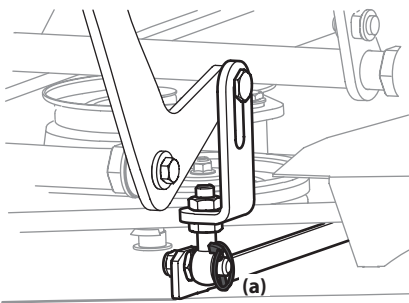

Figure 4-16
2. Remettez la roue en utilisant les 4 écrous. Voir Figure 4-16. Serrez les écrous (a) à un couple de 65 pi-lb à 70 pi-lb.
4. Retirez les quatre goupilles d'essieu (a) qui retiennent le plateau de coupe à l'ensemble de relevage du plateau de coupe. Voir Figure 4-16.